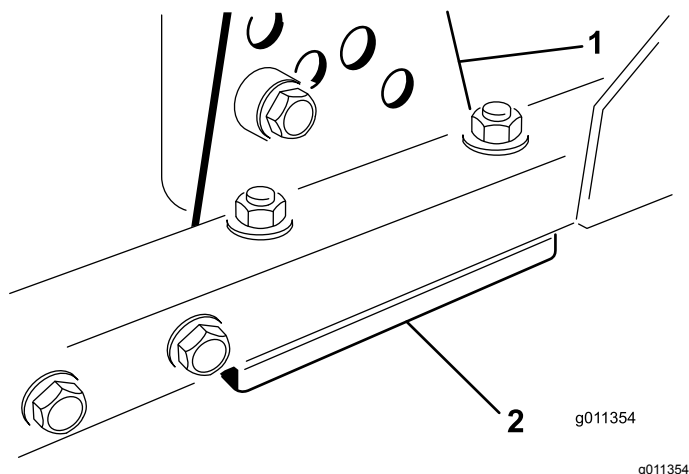

Figura 101
1. Retire o suporte da altura de corte, (frente, esquerda ou direita) da estrutura da plataforma (Figura 101).
2. Ajuste os calços de 1,5 mm e/ou de 0,7 mm entre a estrutura da plataforma e o suporte para obter a definição de altura pretendida (Figura 101).